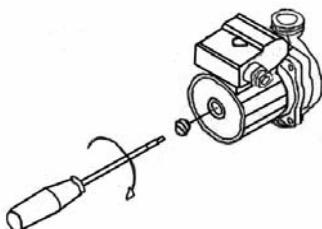

Рис. 7. Проверка циркуляционного насоса
- ✓ не блокирован ли насос. Для этого при помощи отвёртки открутите заглушку насоса и проверните его вал несколько раз туда и обратно (см. Рис. 7), при этом котел необходимо отключить от электросети (вынуть вилку из розетки). Затем плотно закрутите заглушку. При выполнении данной операции возможны небольшие протечки воды из насоса, после установки заглушки необходимо убрать остатки воды с компонентов котла (протереть);